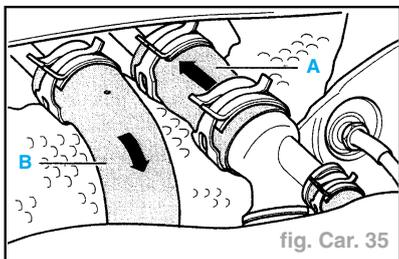

fig. Car. 35
**Remarques :** Raccorder les tuyaux du liquide de refroidissement du bon côté (fig. Car. 35) :